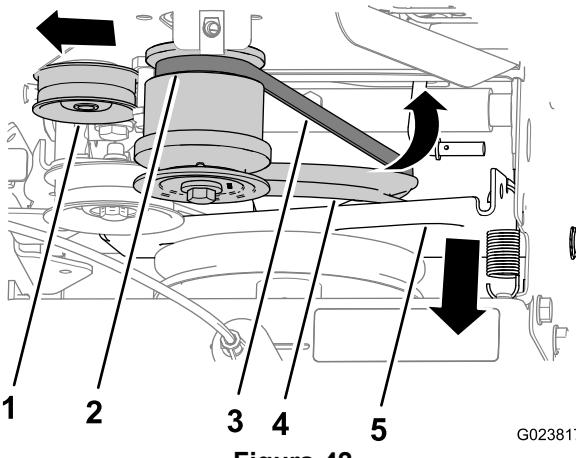

Figura 42
- Gire el soporte del control de tracción y la polea de tracción hacia adelante (Figura 42).
- Tire hacia fuera de la polea tensora (Figura 42).
- Retire la correa de la ranura trasera de la polea del motor y retire la correa de la máquina (Figura 42).
2. Coloque la correa en la ranura de la polea de tracción (Figura 42).
3. Tire hacia fuera de la polea tensora (Figura 42).
4. Coloque la correa en la ranura trasera de la polea del motor (Figura 42).